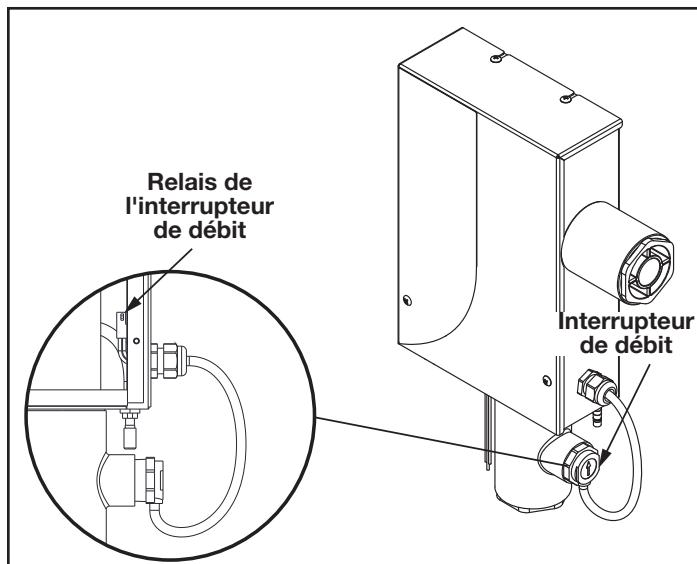

Figure 10. Emplacement et raccordement électrique de l'interrupteur de débit du système Jandy Offline AOP
4. Débrancher le connecteur de l'interrupteur de débit du relais de l'interrupteur de débit situé au-dessus de la paroi inférieure droite. Voir la Figure 10.